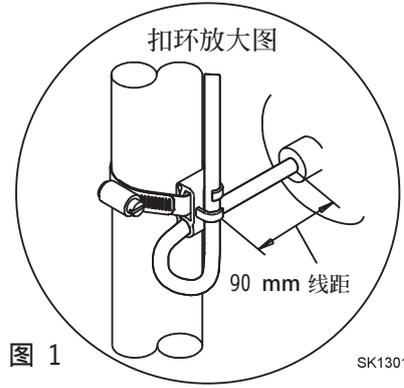

图 1
1. 如图1，将电缆线置入塑胶扣环。
2. 如图1，将金属管束调整至所需位置并固定于水管上。